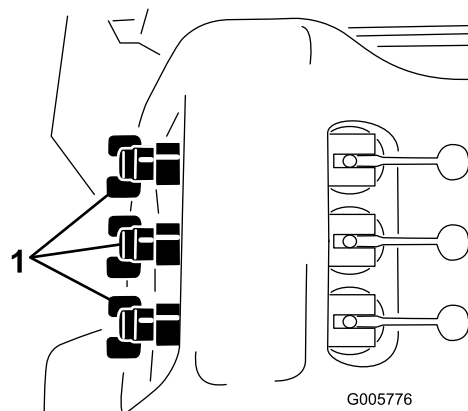

図 28
12. OFF にしたブームのバルブの下についているバイパス・バルブ（図 28）を使って、上記手順 9 で設定した水圧と同じ水圧に調整する。